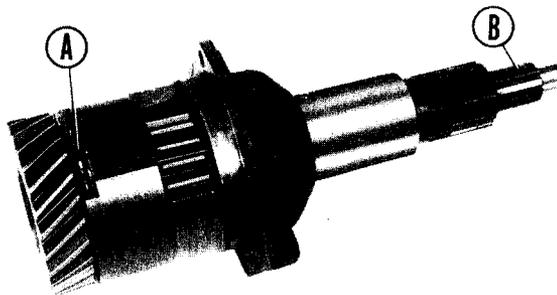

Fig. 2
- 1° Extraire le circlip (fig. 2-A) de retenue de l'arbre primaire plein (B).